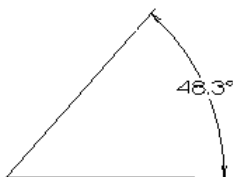

图 4.1.22 第二个
- ☒ ☐ 第二个 单选项：用于设置显示标注文字第二端的尺寸界线，如图 4.1.22 所示。